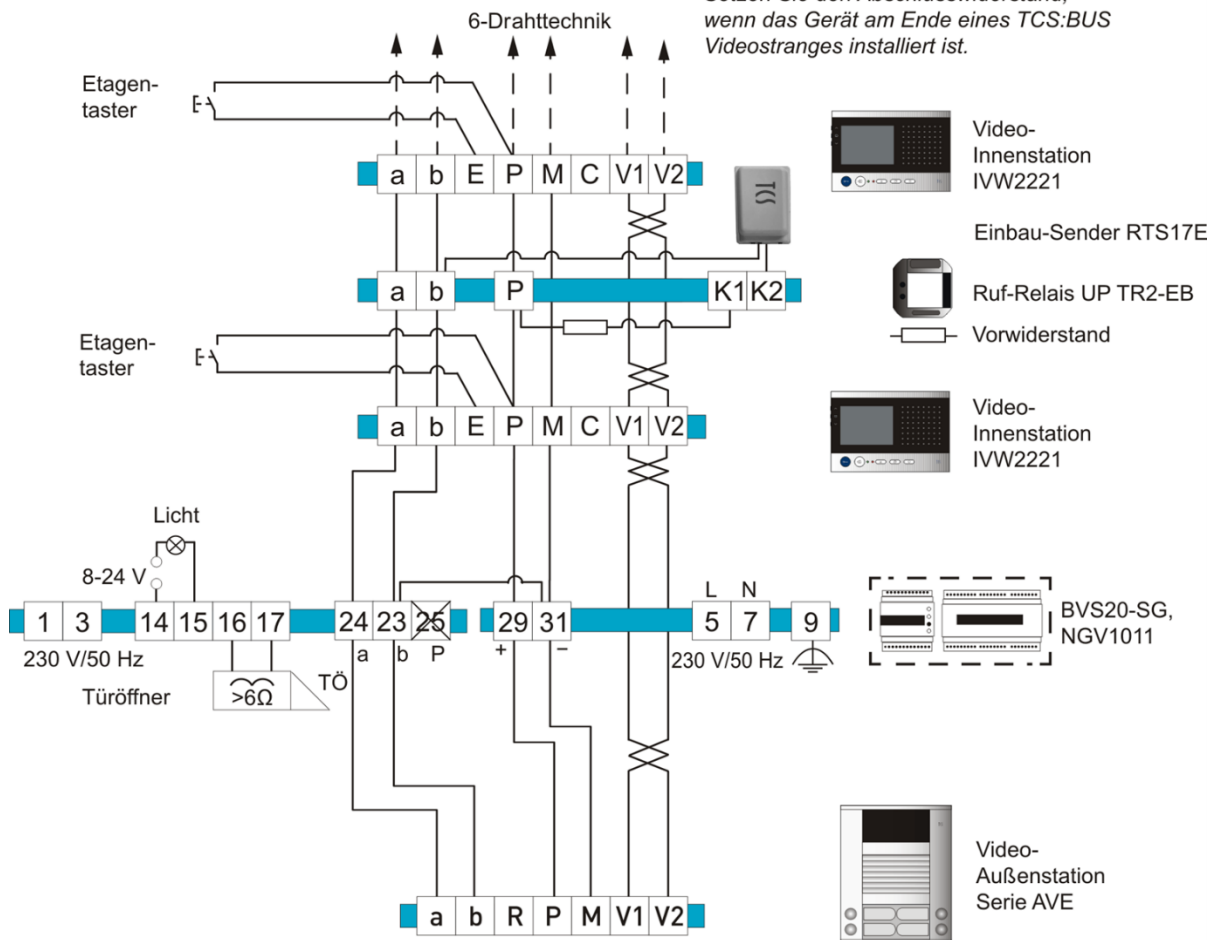

Abb. 3: Schaltungsbeispiel
- ▶ Schließen Sie den Einbau-Sender RTS17E und das Ruf-Relais UP TRE2-EB/1 nach Schaltungsbeispiel an, siehe Abb. 3.